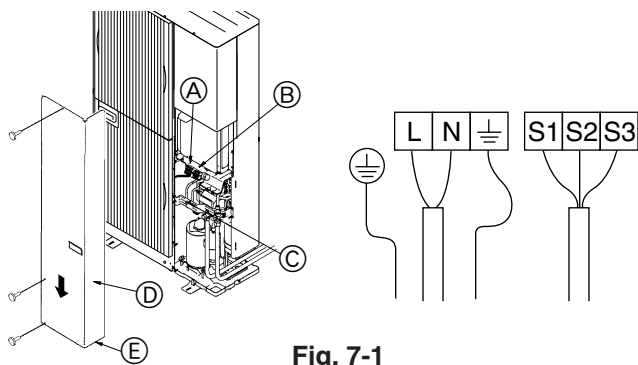

Fig. 7-1
7.1. Unità esterna (Fig. 7-1)
- ① Rimuovere il pannello di servizio.
- ② Cablare i cavi facendo riferimento alla Fig. 7-1.